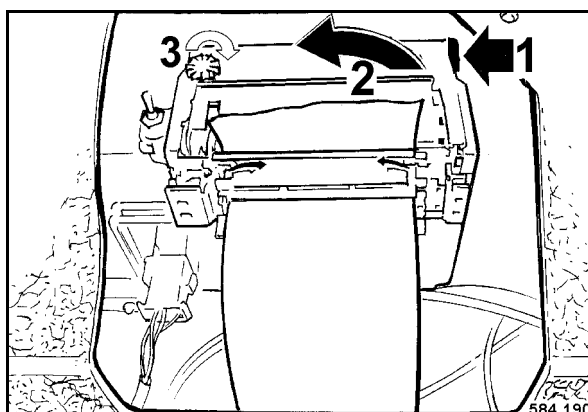

fig. 104
Relever la languette au point 1 (fig. 104) et extraire le ruban encreur (2) de l'imprimante.